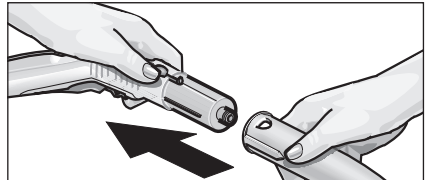

Abb. 2: Aufstecken von Zubehör auf die Dampfpistole
- Verbinden Sie das gewünschte Zubehörteil (D1, E1, F1) mit der Dampfpistole (C1). Stecken Sie dazu das röhrenförmige Ende des Zubehörteiles auf die Dampfpistole (C1). Schieben Sie das Zubehörteil dann soweit auf die Dampfpistole, bis die Entriegelungstaste (C3) der Dampfpistole einrastet (siehe Abb. 2).